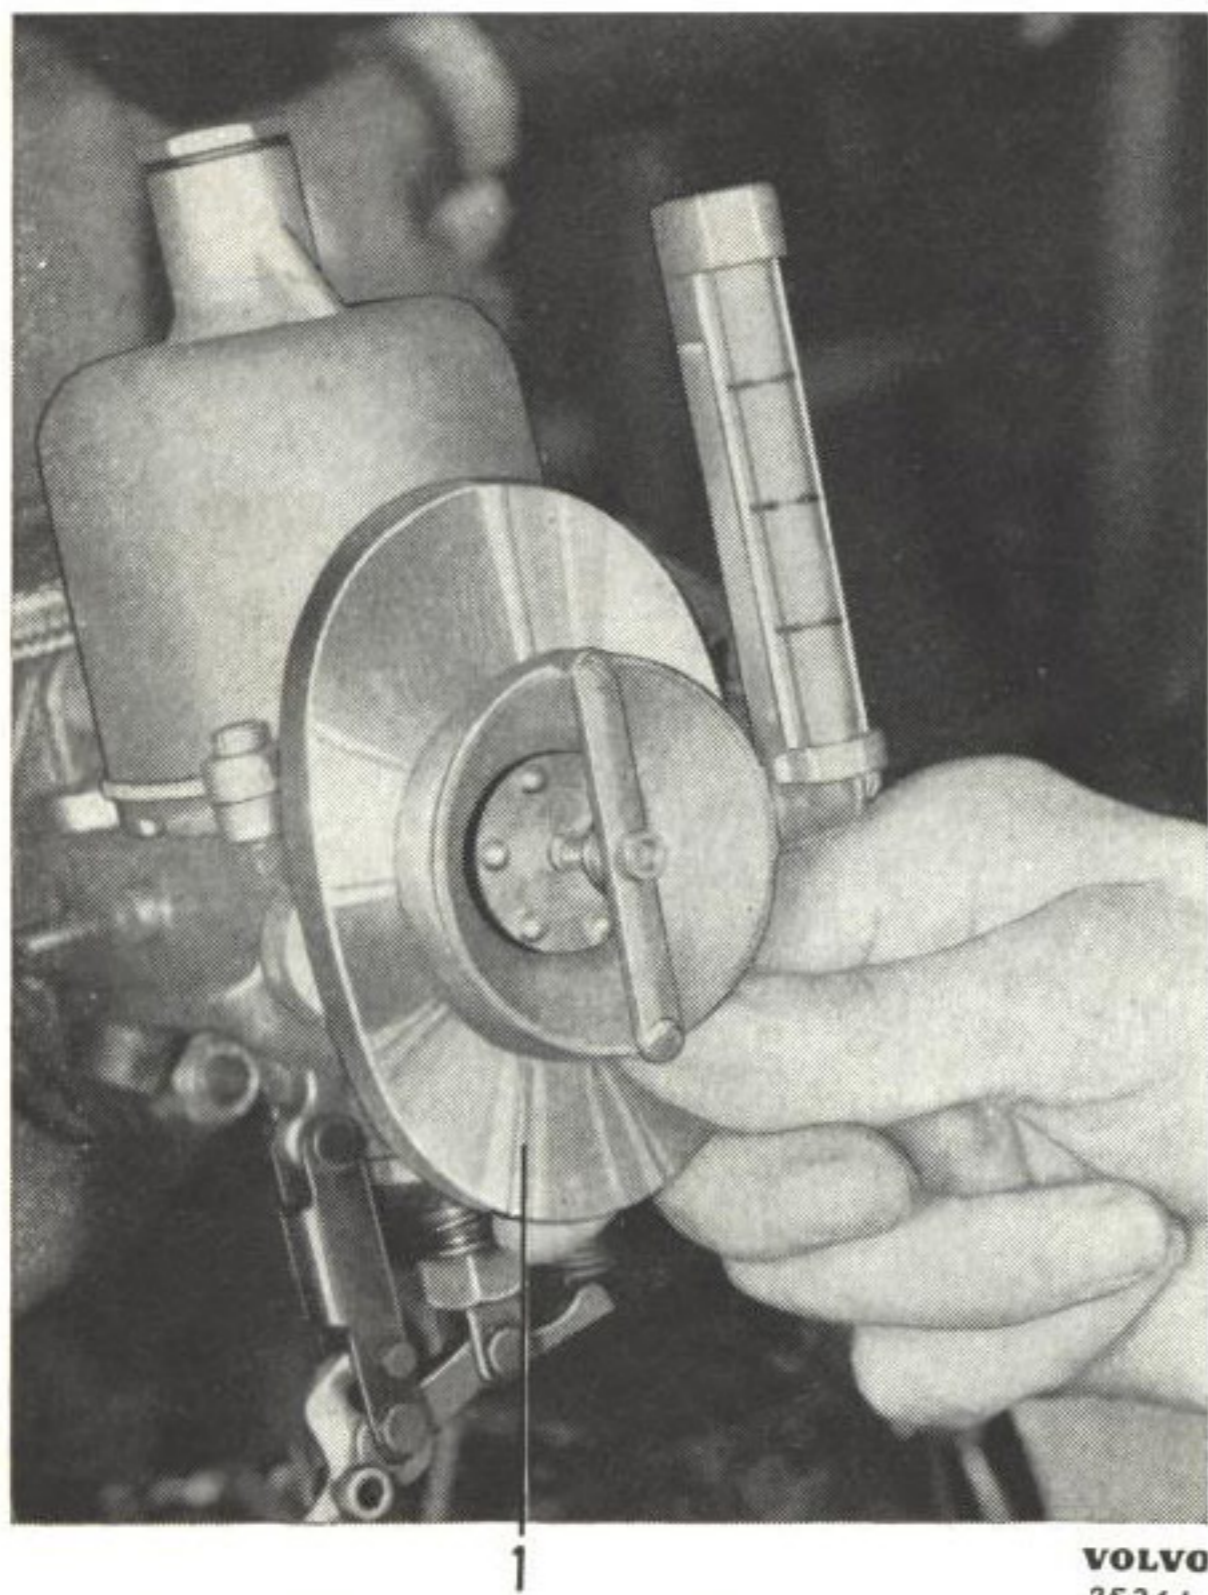

Bild 20. Mätning av genomströmning, för lika inställning av båda förgasarna.
4. Starta motorn. Kontrollera att gasspjällen är lika mycket öppnade i båda förgasarna med en speciell vakuummeter, som anbringas mot luftrenarens anslutningsplan. Se bild 20. Ändra tomgångsskruvarna vid gasspjällen så att mätaren ger lika utslag för båda förgasarna.